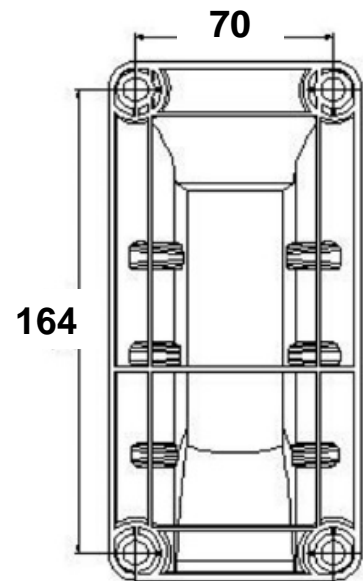

Abb.2
3. Utilice el soporte de montaje como plantilla para marcar la posición de los tacos y taladre cuatro orificios en la pared (Fig.2)